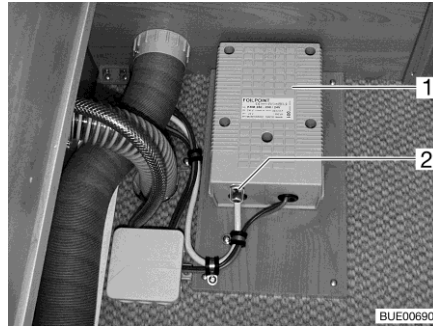

Fig. 226 Trasformatore per riscaldamento elettrico del pavimento
In caso di sovraccarico del trasformatore (Fig. 226,1), si attiva la protezione contro il surriscaldamento. Il perno (Fig. 226,2) scatta all'infuori.
- Una volta raffreddato il trasformatore, premere il perno (Fig. 226,2) della protezione contro il surriscaldamento.